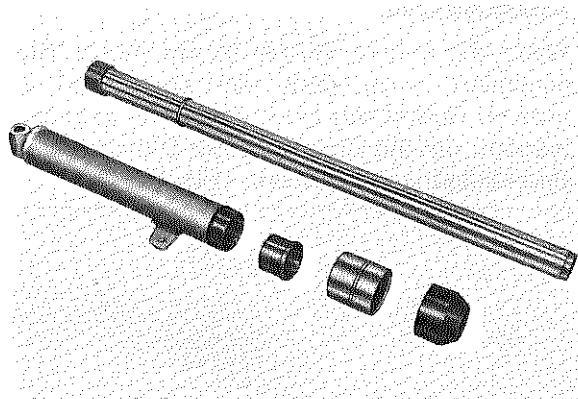

Fig. 5-6-4
4. Remove slide metal and inner tube from outer tube. (Fig. 5-6-4)
4. Sortir la bague antifrication et le tube intérieur du tube extérieur (Fig. 5-6-4).
4. Gleitstück und inneres Gabelrohr aus dem äußeren Rohr herausnehmen. (Fig. 5-6-4)